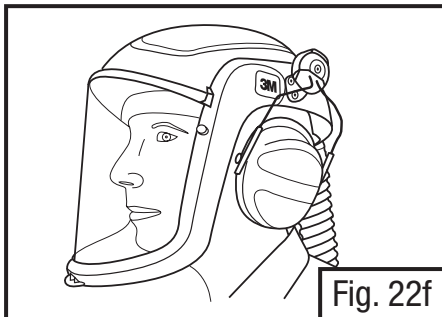

Fig. 22f
- **Usage (Uso):** Quando em uso, a fiação deve ser empurrada totalmente para dentro na direção de sua cabeça até escutar um “click” (Fig. 22f). Os protetores de espuma das conchas devem envolver completamente as orelhas e vedar firmemente contra a cabeça. Para o melhor desempenho para atenuar os ruídos, puxe o cabo para trás por debaixo das orelhas, de modo a que as conchas fiquem bem juntas à cabeça.